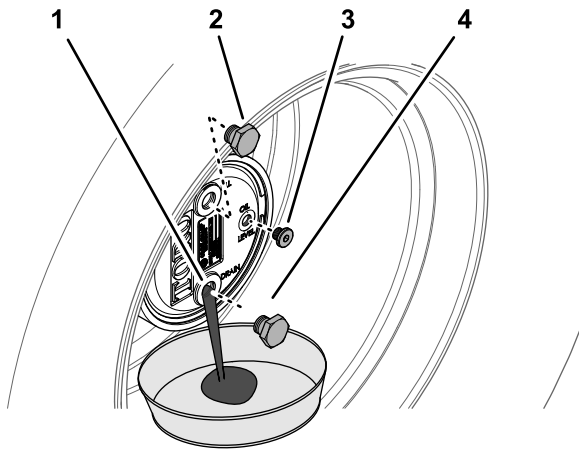

Figure 67
2. Retirez le bouchon de remplissage à la position 12 heures et le bouchon de contrôle à la position 3 heures (Figure 67).
3. Placez un bac de vidange sous le moyeu du train planétaire et enlevez le bouchon de vidange à la position 6 heures pour permettre la vidange complète de l'huile (Figure 67).
5. Remettez le bouchon de vidange dans l'orifice de vidange du carter de planétaire (Figure 67).